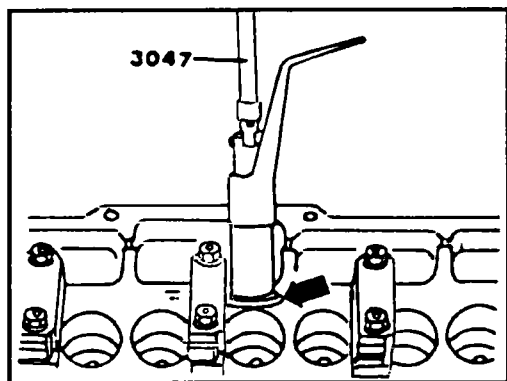

Рис. 2.11 Снятие нижней тарелки пружины при помощи специального приспособления
- ◆ Снимите маслосъемный колпачок, он одноразовый и подлежит обязательной замене, выньте нижнюю тарелку пружин, используя для этого приспособление 3047 (см. рис. 2.11). Можно также воспользоваться щипцами для внутренних стопорных колец.
◆ С противоположной стороны установите на направляющую нижние тарелки пружин и осадите их в соответствующих местах. Для этого можно воспользоваться приспособлением, показанным на рис. 2.11.